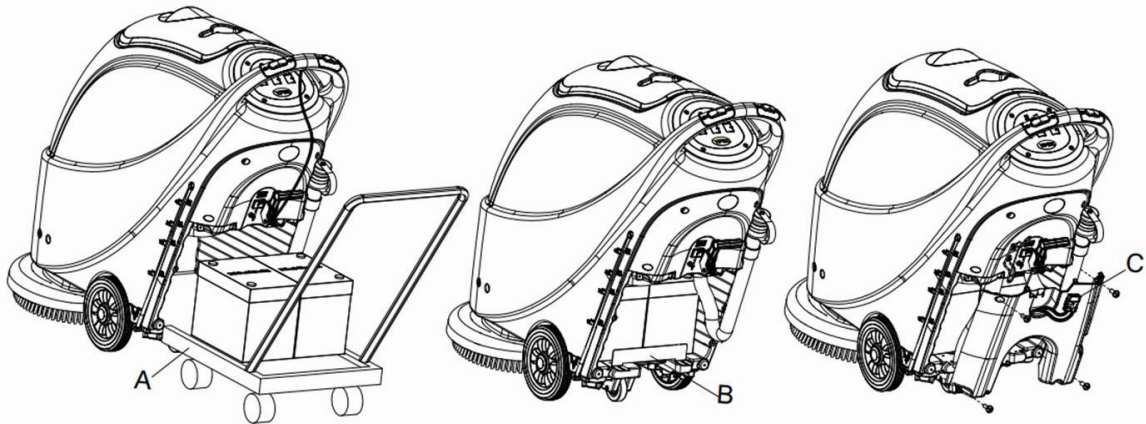

Figura 7
14. Installare la batteria con gli appositi strumenti di installazione (A, Figura 7). Dopo l'installazione, rimuovere gli strumenti di installazione, e installare la staffa di fissaggio (B, Figura 7).
15. Far passare il connettore della batteria (C, Figura 7) attraverso il foro sulla cima del coperchio del contenitore della batteria, far passare il tubo di drenaggio attraverso il foro destro del coperchio del contenitore della batteria, fissare il coperchio con quattro viti, quindi installare il cavo direzionale del tergipavimento, il tubo di drenaggio, e il tergipavimento in successione.